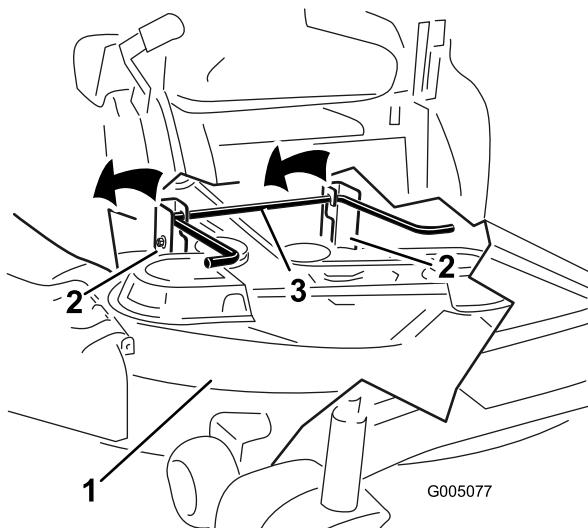

Figure 54
- 5. Soulevez et enlevez le tablier de coupe et les supports de la tige de levage arrière et abaissez la tondeuse au sol avec précaution (Figure 54).
5. Soulevez l'arrière du tablier de coupe et guidez les supports sur la tige de levage arrière (Figure 54).